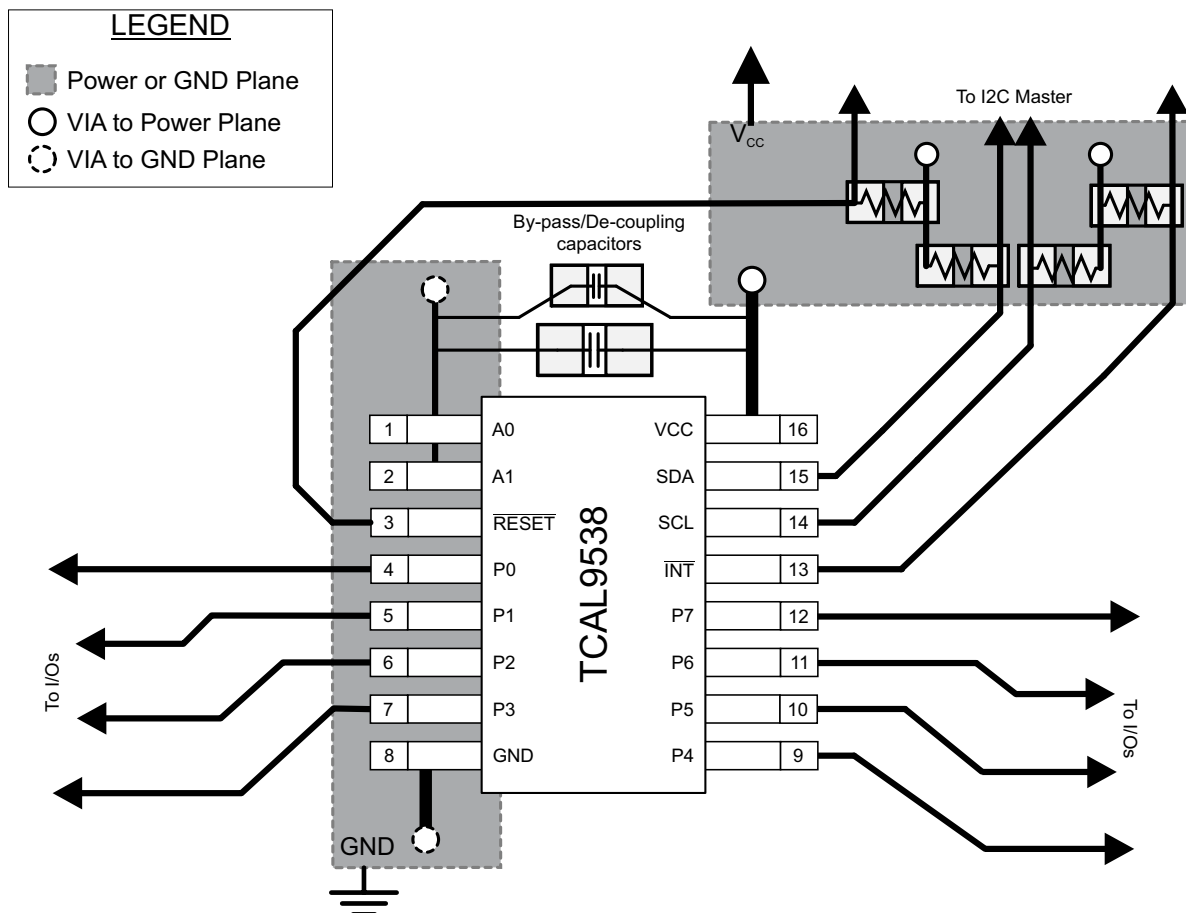

図 8-9. TCAL9538 のレイアウト
すべての PCB レイアウトにおいて、信号トレースを直角に曲げないこと、集積回路 (IC) の近傍を離れる際に信号トレースが互いに離れていくように配置すること、電源とグランドに代表される大電流トレースがより多くの電流を流せるように、トレース幅を太くすることを推奨します。バイパスおよびデカップリング コンデンサは、電源ピンの電圧を制御するためによく使用されます。より大きなコンデンサを使用すると、短時間の電源グリッチが発生した際に追加の電力を供給できます。また、より小さなコンデンサを使用すると、高い周波数のリップルを除去できます。これらのコンデンサは、できる限り TCAL9538 の近くに配置してください。図 8-9 に、これらのベスト プラクティスを示します。
図 8-9 に示すレイアウト例では、信号配線に最上層を使用し、電源とグランド (GND) に分割プレーンとして最下層を使用することで、2 層のみの PCB を製造することができます。ただし、信号配線密度の高い基板では、4 層基板が推奨されます。一般的に 4 層 PCB では、信号を最上層と最下層に配線し、内部の 1 層をグランド プレーン専用にして、もう 1 つの内部層を電源プレーン専用にします。電源とグランドにプレーンまたは分割プレーンを使用する基板レイアウトの場合は、電源または GND に接続する必要がある表面実装部品パッドのすぐ隣にビアを配置し、ビアを内部層または基板の反対側に電気的に接続します。ビアは、信号パターンを基板の反対側に配線する必要がある場合にも使用されますが、この方法は図 8-9 には示されていません。